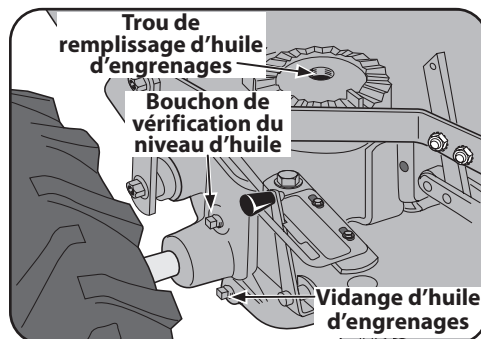

Figure 5-8
3. Versez lentement l'huile d'engrenages dans la transmission à l'aide d'un entonnoir propre. Arrêtez de verser quand l'huile commence à s'échapper du trou de vérification du niveau d'huile situé sur le côté gauche de la transmission. Voir Figure 5-8.
2. Avec une clé de 3/4 po (ou une clé à douille), enlevez le boulon qui retient la base du guidon à la partie supérieure de la transmission (soutenez d'abord le guidon pour l'empêcher de tomber). Puis, débranchez le faisceau de fils de verrouillage de la marche avant au bas du guidon. Placez la base du guidon et les boulons sur une surface propre. Le trou du boulon sur le dessus de la transmission est le trou de remplissage d'huile. Voir Figure 5-8.
1. Placez un contenant peu profond sous le bouchon de vidange de la transmission. Voir Figure 5-8.